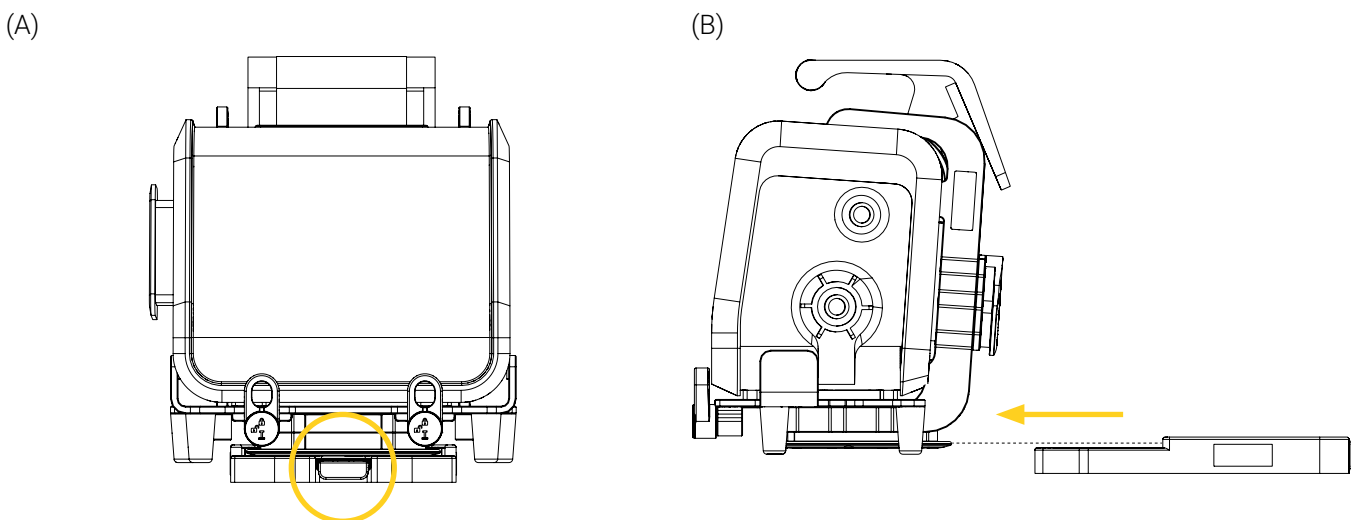

Figure 8: Retrait du support de fixation de la Base de Fixation Allongée
1. Retirer le support de fixation de la Base de Fixation Allongée à l'aide du bouton à déclenchement rapide situé à l'avant de la base (Figure 8). Consulter la section « Mécanisme de verrouillage » à la page 18 au besoin.